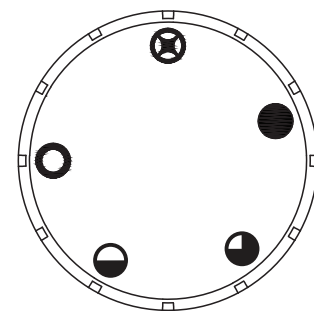
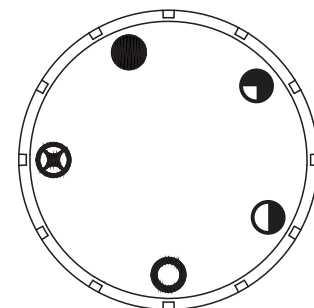

Fig. 22a
Fig. 23a
3. Presione la perilla de control suavemente y gírela  hacia la derecha a la posición "OFF" . (Ver Fig. 22a)
4. Espere cinco (5) minutos para que se vacíe todo el gas. Luego huelo en busca de gas, incluyendo cerca del piso. Si huele gas, ¡ALTO! Siga "B" en la información de seguridad anterior. Si no huele a gas, vaya al siguiente paso.
5. Presione la perilla de control suavemente y gírela  hacia la izquierda a la posición "PILOT" . (Ver Fig. 23a) Oprima la perilla de control.